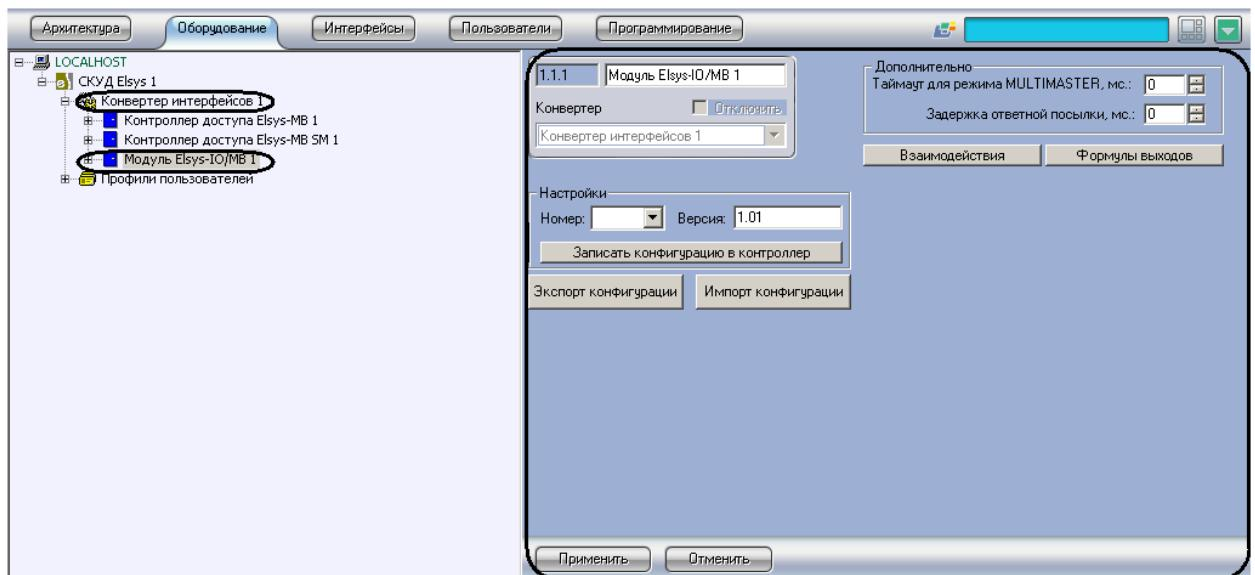

Рис. 3.3-5 Объект модуль Elsys-IO/MB
1. Создать на базе объекта **Конвертер интерфейсов** объект **Модуль Elsys-IO/MB** (Рис. 3.3-5).